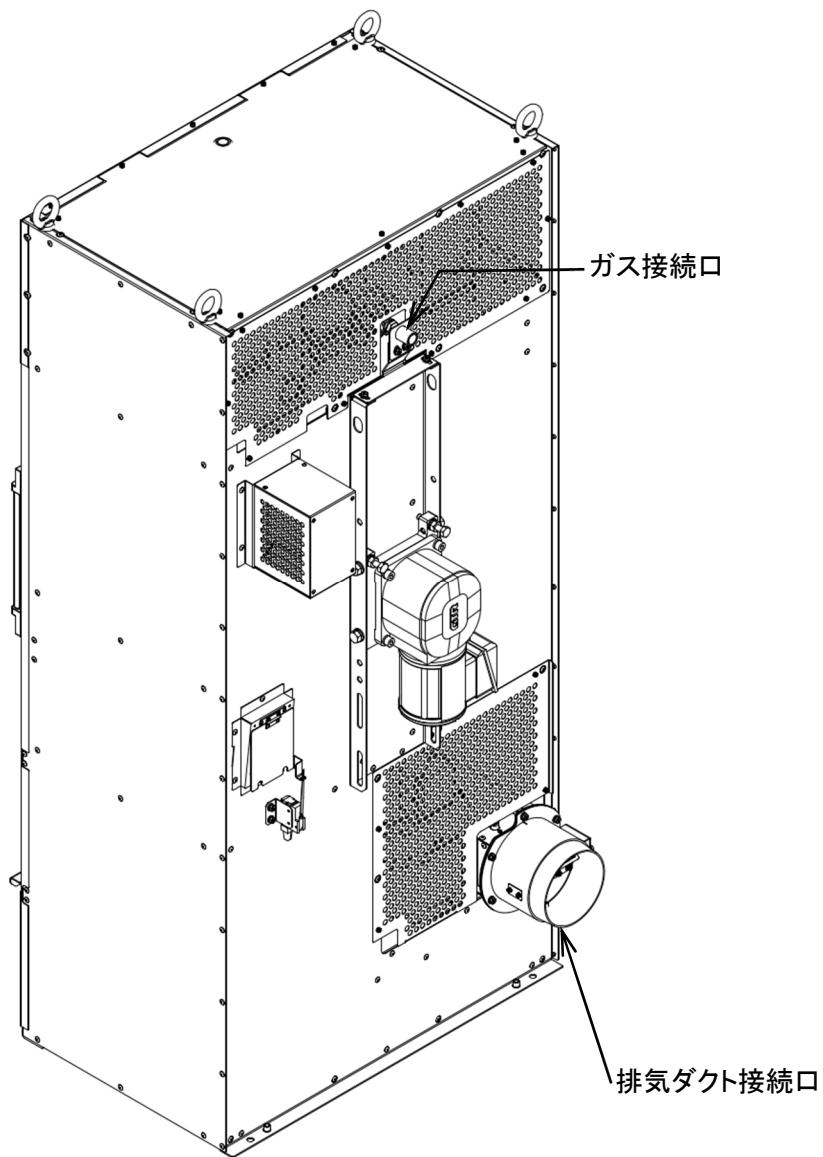

図 5-1
- ガス配管接続口に配管を接続します。(図 5-1)
- 排気ダクト接続口にダクトを接続します。接続口の外形は $\phi 148\text{mm}$ です。(図 5-1)